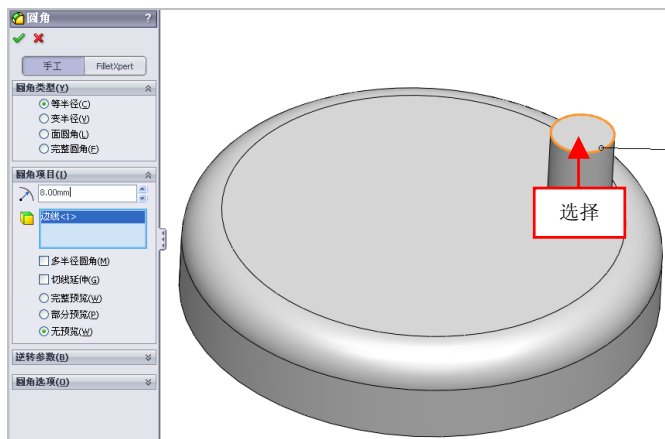

图 15-8 选择合适的边线
(8) 单击【圆角】按钮, 弹出【圆角】属性管理器, 设置【半径】为 6, 选择合适的边线, 效果如图 15-8 所示。